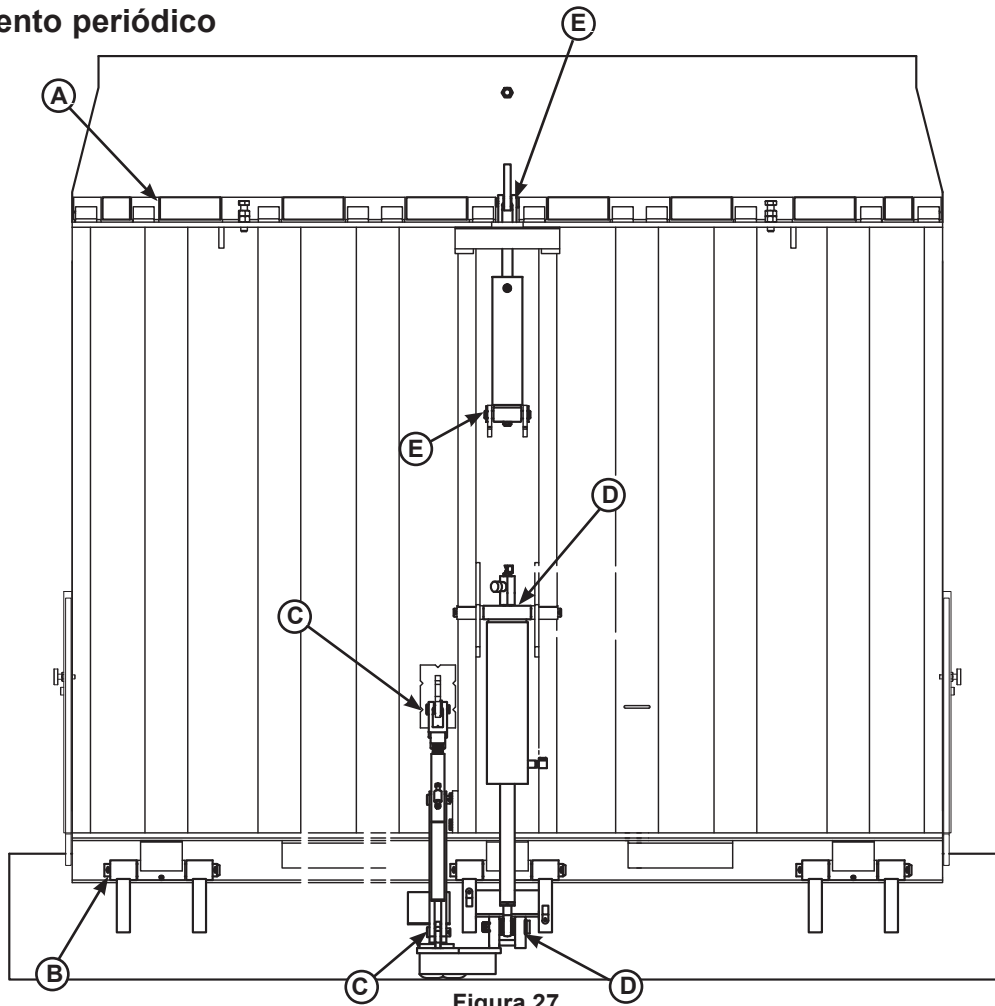

Figura 27
- Lubrique las siguientes áreas con aceite para máquinas ligero (consulte la Figura 27):
- (A) — Área de la bisagra del labio (aplique aceite en la parte superior de toda la longitud de la bisagra del labio cuando la plataforma esté en posición de almacenamiento y el labio esté plegado)
- (B) — Área de la bisagra de la plataforma (aplique aceite en la parte superior de todas las bisagras de la plataforma cuando esta esté en posición de almacenamiento)
- (C) — Pasadores del apoyo de almacenamiento
- (E) — Pasadores del cilindro del labio
- (D) — Engrasador del cilindro de elevación y pasador